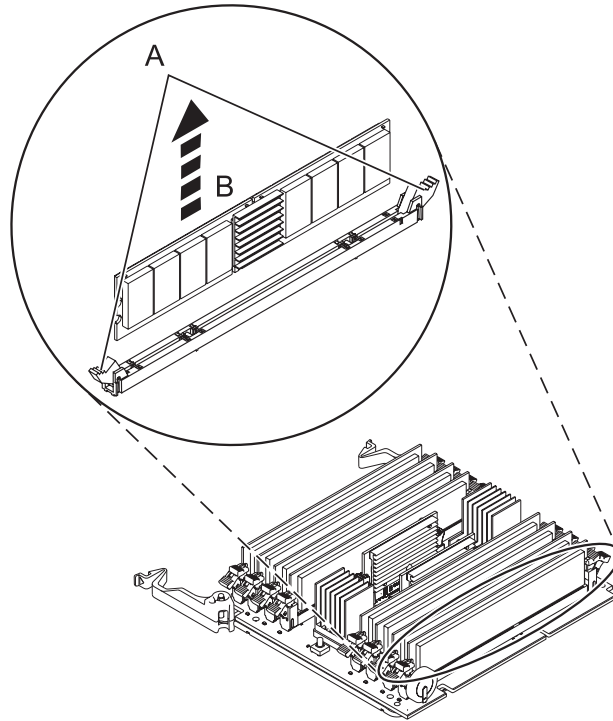

Figura 20. Extracció d'un mòdul de memòria
11. Desbloqueu el mòdul de memòria empenyent les pestanyes de bloqueig **(A)** per tal que es quedin obertes tal com es mostra a Figura 20 a la pàgina 27. Aixequeu el mòdul de memòria **(B)** i traieu-lo del connector. L'acció de palanca de les pestanyes fa que el mòdul de memòria surti del connector.